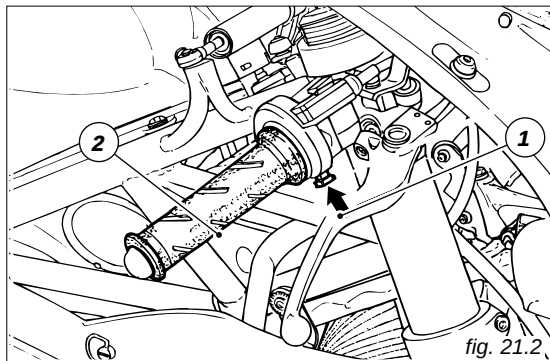

fig. 21.2
2) Appuyez sur le bouton-poussoir (1, fig. 21.2) de la commande des gaz.
4) Tournez la poignée (2, fig. 21.2) dans le sens des aiguilles d'une montre (décélérer). Le bouton-poussoir (1) est automatiquement désactivé.